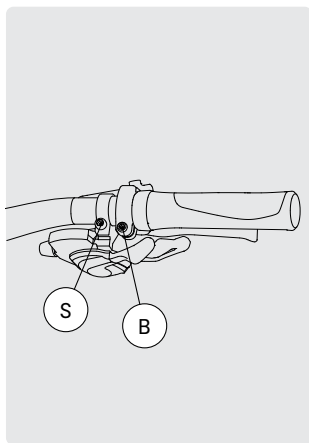

FIG. 25
- 1 Afloje los dos tornillos Allen S y B en la palanca de cambios y freno (fig. 25).